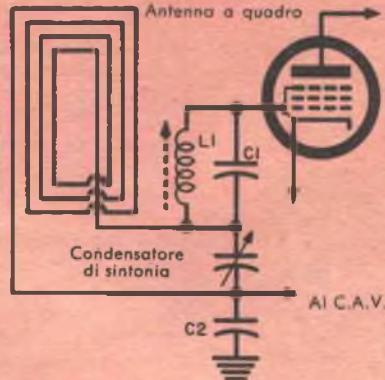

FIG. 5
tenna mediante accoppiamento induttivo, realizzato da 10-15 spire avvolte sulla bobina (L) del circuito d'arresto e da una o due spire avvolte intorno all'antenna. Alla frequenza propria di risonanza il circuito d'arresto tende ad assorbire l'energia RF dall'antenna, attenuando fortemente il segnale disturbatore. In fig. 5 il circuito d'arresto, costituito da un risonatore-parallelo, è collegato in serie al circuito d'entrata del primo tubo; a causa però della notevole impedenza d'entrata della valvola, l'efficienza di questo sistema è piuttosto scarsa, e perciò lo si potrà impiegare solo nei casi in cui il disturbo sia limitato.